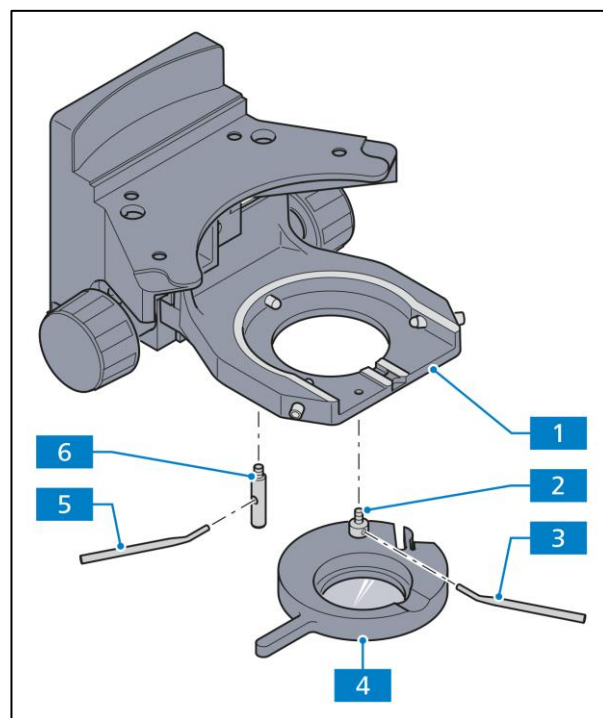

Abb. 3-28 Polarisator D montieren
- Polarisator oder Filterhalter (Abb. 3-28/4) parallel zur Unterseite des Kondensorträgers (Abb. 3-28/1) halten und Haltebolzen (Abb. 3-28/2) des Polarisators (Abb. 3-28/4) mit abgewinkelttem Justierhebel (Abb. 3-28/3) in vordere Gewindebohrung links unterhalb des Kondensorträgers bis zum Anschlag einschrauben.
- Rastbolzen (Abb. 3-28/6) mit Justierhebel (Abb. 3-28/5) bis zum Anschlag in hintere Gewindebohrung des Kondensorträgers einschrauben.